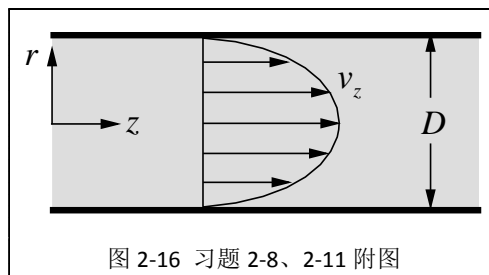

图 2-16 习题 2-8、2-11 附图
**2-8** 图 2-16 所示为圆形管道中牛顿流体的层流流动, 其速度分布为: